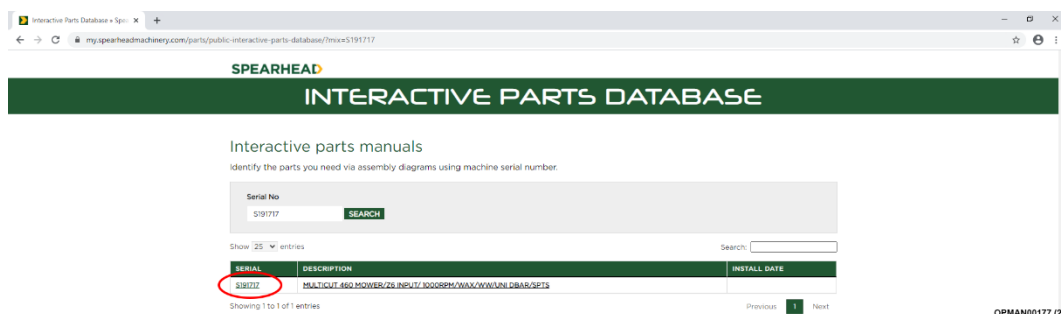

Abbildung 7.2 - Klicken Sie auf die Seriennummer
7.1.1.2 Nach Eingabe der Seriennummer erscheint eine Spezifikation für die Maschine. Klicken Sie auf die Seriennummer, siehe Abbildung 7.2.